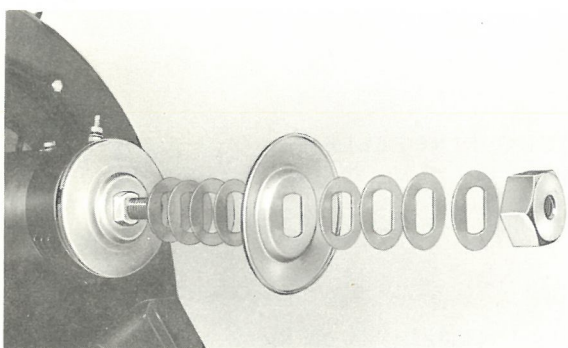

Bild 72
3. Abstandscheiben der Riemenscheiben entsprechend anordnen. Die Spannung des Keilriemens ist durch Anordnung von mehr oder weniger Abstandscheiben zwischen den Riemenscheibenhälften so einzustellen, daß der Riemen sich durch leichten Daumendruck 15 - 20 mm nach innen drücken läßt. Dabei wird durch Herausnehmen von Abstandscheiben die Spannung erhöht, durch Einfügen verringert, (s. Bild 72) Hat sich der Keilriemen so weit gelängt oder abgenutzt, daß beim Einstellen der richtigen Spannung